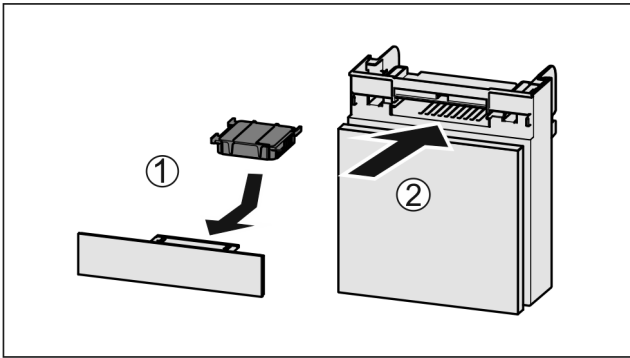

Fig. 42
- ▶ Inserte Fig. 42 (1) el filtro de carbón activado según se indica en la ilustración.
- ▶ Inserte Fig. 42 (2) el compartimento.